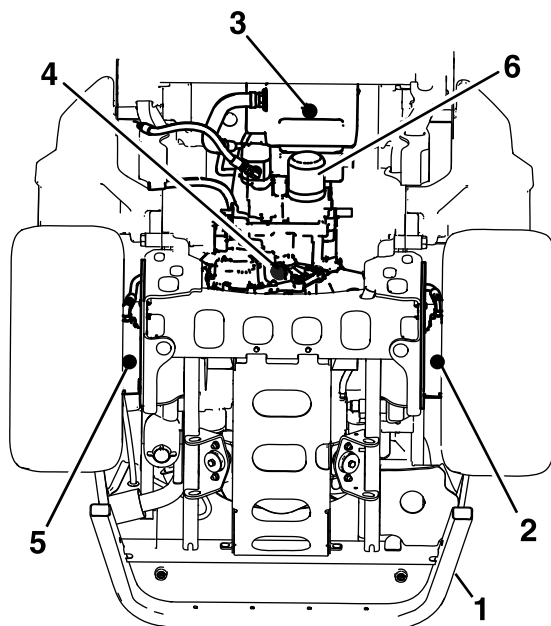

図 63
4. 油圧リザーバ、トランスミッションケース、左右のホイールモーターの下に大きなドレンパンを置く (図 63)。
5. 各エリアからドレンプラグを取り外し、作動油を排出する (図 63)。
6. 油圧オイルフィルタ取り付け部の周辺をウェスできれいに拭き、フィルタを外す (図 63)。